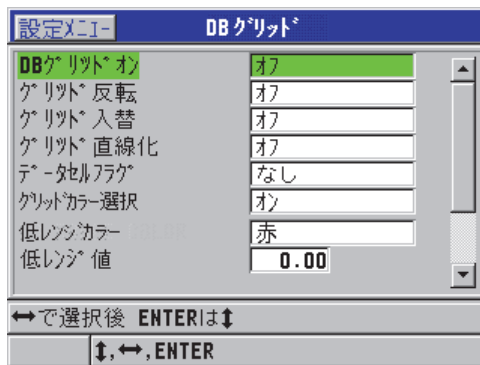

図 9-8 DB グリッドパラメータの変更
2. DB グリッド画面（174 ページの図 9-8 を参照）で、以下の手順を実行します。